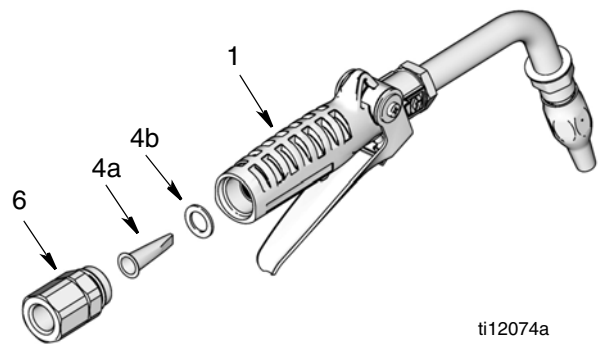

图 4
2. 从旋转接头 (6) 拧下软管管件。
3. 从阀手柄 (1) 卸下旋转接头 (6)。
4. 从旋转接头 (6) 内部卸下过滤器 (4a) 和垫圈 (4b)。
5. 更换垫圈 (4b) 和过滤器 (4a)。请参见图 4，确保旋转接头中的过滤器朝向正确。